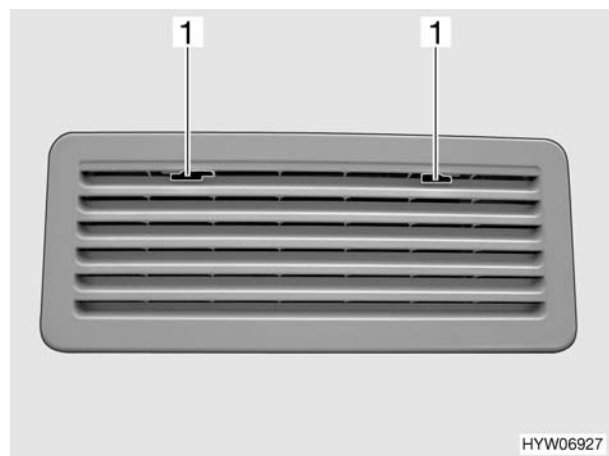

Bild 138 Kühlschrank-Lüftungsgitter (Variante 2)
- Arretierung (Bild 138,1) zur Mitte schieben.